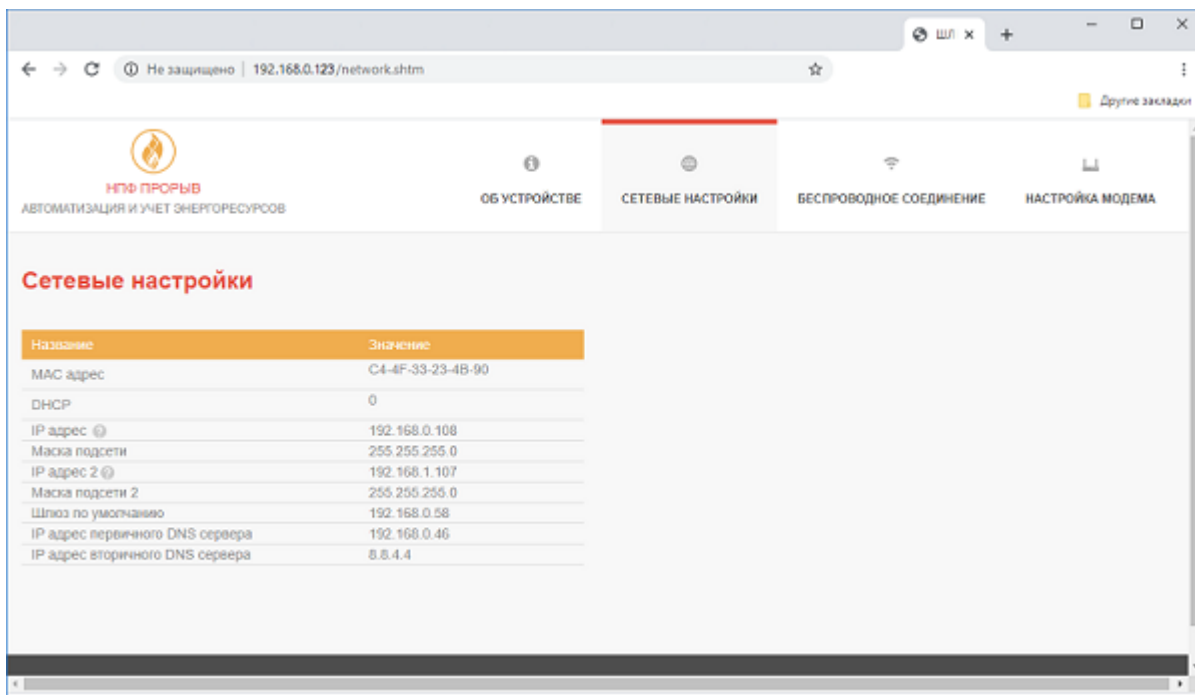

Рисунок 11. WEB-страница изделия.
- Если необходимо, изменить маску подсети. Смотри рис. 11